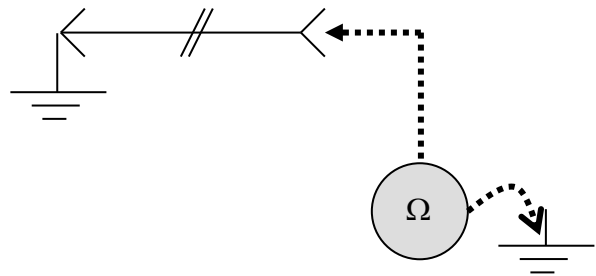

Figure 2
- **fil long** : - on relie une extrémité à une masse et on branche l'ohmmètre entre l'autre extrémité et la masse : **figure 2**